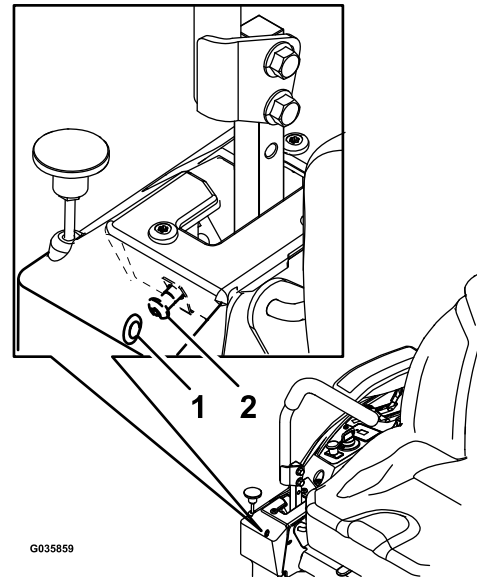

Bild 59
6. Wenn die Maschine nach rechts zieht, stecken Sie einen Sechskantschraubenschlüssel durch das Zugangsloch in der Abdeckungsplatte vorne rechts und drehen Sie die Spurweiteschraube nach rechts oder nach links, um das Spiel des Hebels einzustellen (Bild 59).
7. Wenn die Maschine nach links zieht, stecken Sie einen Sechskantschraubenschlüssel durch das Zugangsloch in der Abdeckungsplatte vorne rechts und drehen Sie die Spurweiteschraube nach rechts oder nach links, um das Spiel des Hebels einzustellen (Bild 59).